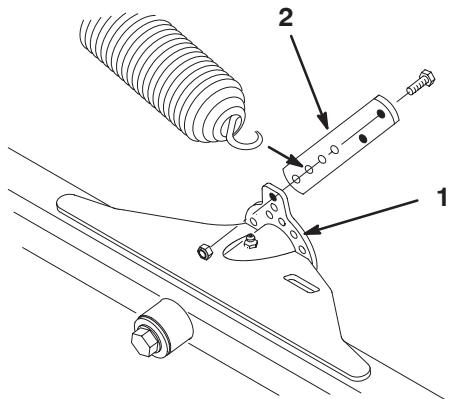

Figura 13
1. Monte un anclaje de muelle al lado interior trasero de cada pestaña de elevación de las unidades de corte delanteras con 2 tornillos de caperuza (1/4 x 3/4 pulg.) y contratuerca, según muestra la Figura 13.